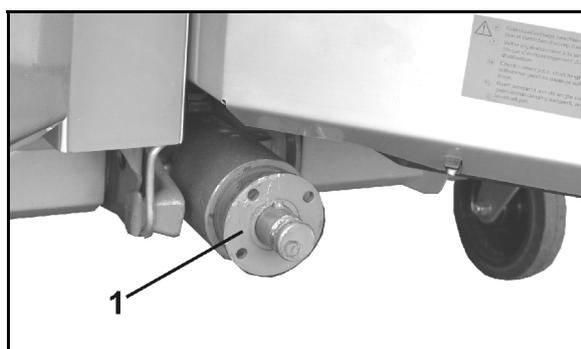

Fig. 35
1. Estrarre mediante un estrattore la boccola flangiata (Fig. 35/1) dall'albero primario del cambio.